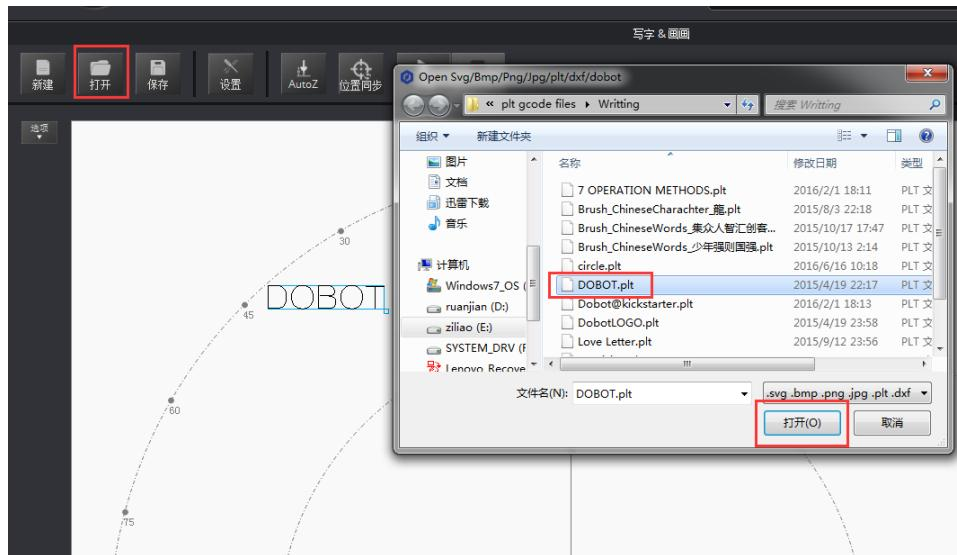

图 5.46 打开制作的PLT或SVG文件
- 在“写字&画画”页面单击“打开”，在系统自带的文件路径“安装目录\DOBOTStudio\config\prefab\system\source”导入PLT或SVG文件。如图 5.46所示。您也可以自行制作PLT或SVG文件来导入DobotStudio软件。